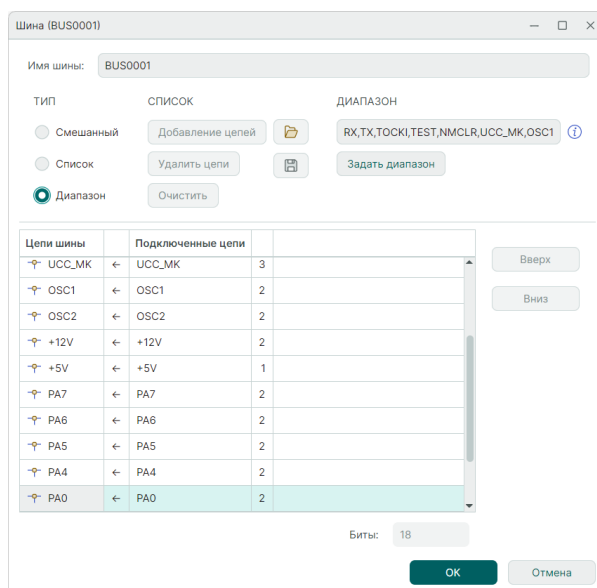

Рис. 177 Включение режима «Диапазон»
2. Установите переключатель в положение «Диапазон», см. Рис. 177.